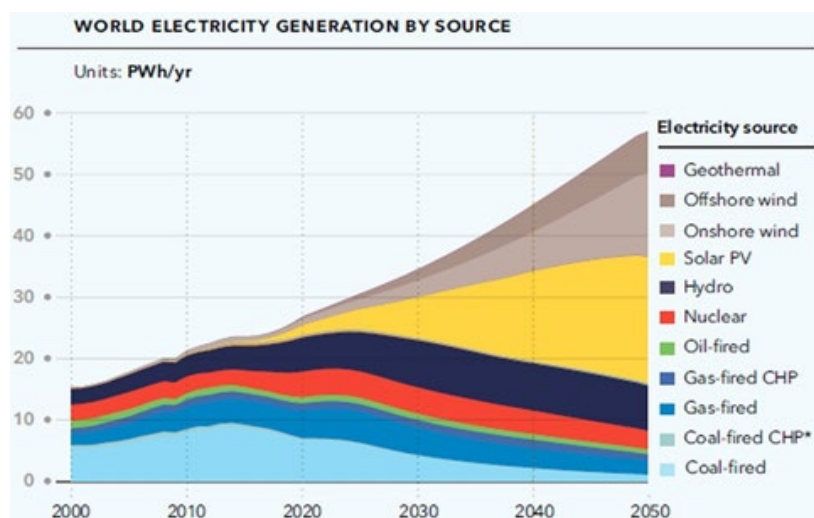

Fig 1 Generación de energía en el mundo divide por origen en Peta-vatios-hora (Peta es 10E15).
El sector energético es actualmente responsable del 75% de las emisiones mundiales de gases de efecto invernadero. La lucha contra el cambio climático requiere una descarbonización radical de la industria energética y la energía solar fotovoltaica es una tecnología central en todos los planes propuestos para una transición energética renovable. La energía solar puede proporcionar electricidad libre de carbono, asequible y omnipresente, y es capaz de superar económicamente a los combustibles fósiles y a otras tecnologías renovables en la mayoría de los lugares del mundo. Los dispositivos fotovoltaicos (FV) que convierten la energía solar en energía eléctrica tienen el mayor potencial para liderar el futuro escenario energético (Fig. 1). Sin embargo, para conseguir un suministro de energía libre de carbono en 2050, la capacidad de generación fotovoltaica instalada en la UE tiene que aumentar a más de 4 Tn en 2025, y a 21,9 Tn en 2050. Estos objetivos exigen un enorme cambio en la forma de generar y consumir energía.